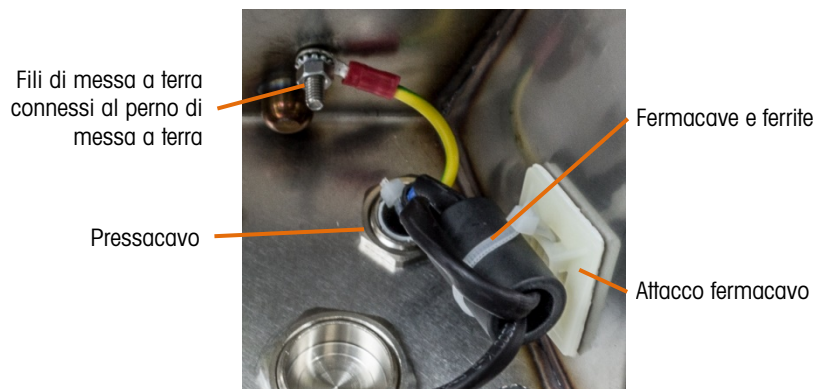

Figura 2-16: Posizione invertita del cavo di alimentazione
- K. Far aderire l'attacco ferracavo all'armadietto nella posizione indicata nelle Figura 2-16 e Figura 2-17. Fissare con il ferracavo la ferrite in posizione e tagliare eventuali lunghezze in eccesso.